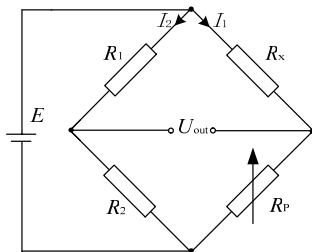
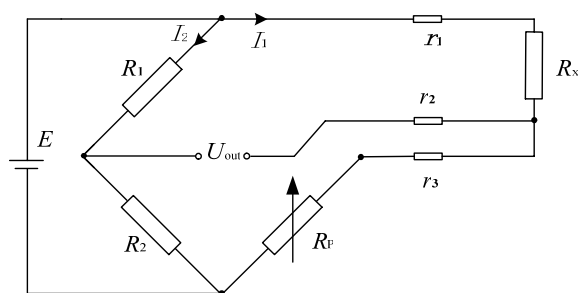

图 1 电桥的二线制接线电路
图 2 电桥的三线制接线电路
如图 1 所示，在惠斯顿电桥中： E 为稳压电源， R_1 和 R_2 为固定电阻， R_p 为可变电阻， R_x 为电阻型传感器， U_{out} 为电桥输出电压。当 $U_{out} = 0$ 时，电桥处于平衡状态，此时有
如采用电阻式传感器作为被测对象，传感元件的引出线有以下几种方式：二线制、三线制和四线制。采用二线制接法（图 1），虽然导线电阻会给测量带来影响，但在测量精度要求不高、测量仪器与被测传感元件距离较近时，常采用二线制。但如果金属电阻本身的阻值很小，那末引线的电阻及其变化也就不能忽视，例如对于 Pt100 铂电阻，若导线电阻为 $1\ \Omega$ ，将会产生 $2.5\ ^\circ\text{C}$ 的测量误差。为了消除或减少引线电阻的影响，通常的办法是采用三线制接法加以处理，如图 2 所示。工业热电阻目前大多采用的都是三线制接法。
3. 请根据图 1 和图 2 从理论上分析，与二线制接线法相比，三线制接线法为何能减小测量误差？